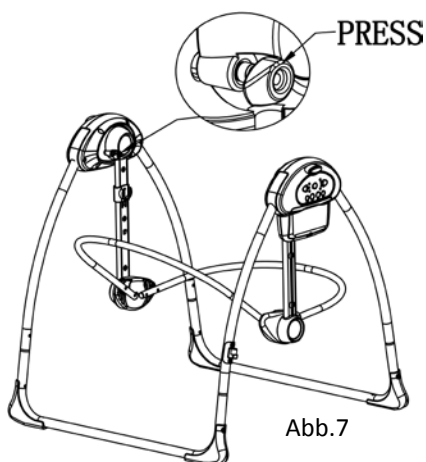

Abb.7
7. Drücken Sie die Sperrtaste gemäß Pfeilmarkierung. Der Sitz steht fest, bis die Sperre freigegeben wird (Abb. 7).